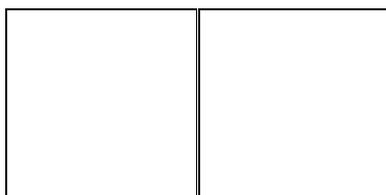

Figura. 3.5. La sombra de árboles u otros objetos sobre el panel fotovoltaico afecta el funcionamiento de todo el sistema.
- Poda sistemáticamente los árboles que puedan provocar sombra en el panel solar fotovoltaico. No ponga objetos cercanos que puedan dar sombra, como los tanques de agua y las antenas. En el caso de los árboles se debe prever su poda cuando sea necesario (Figura 3.5)